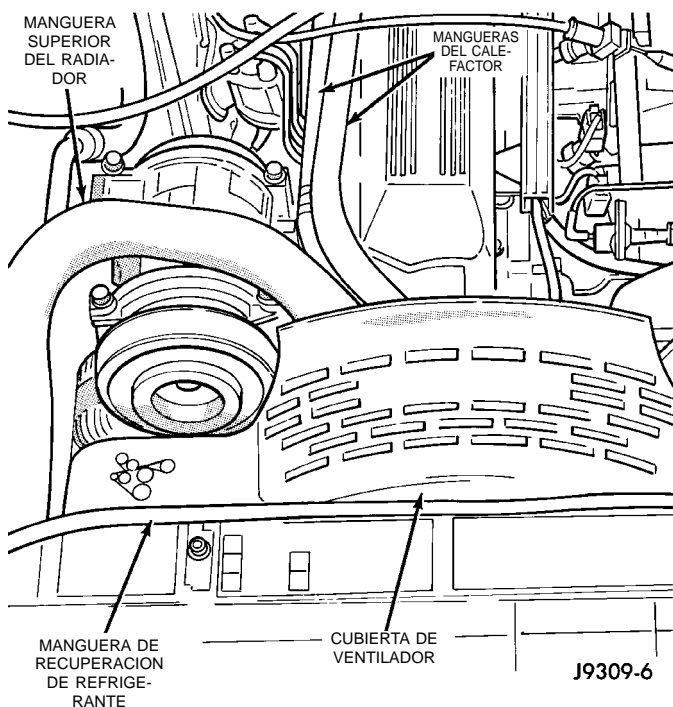

Fig. 28 Manguera superior del radiador, manguera de recuperación de refrigerante, y cubierta del ventilador y mangueras del calefactor
- (1) Desconecte los cables de la batería. Retire la batería.
- (2) Marque el lugar de las articulaciones en el panel del capó como referencia de alineación para la instalación. Retire la luz del compartimiento del motor. Retire el capó.
- (3) Retire el grifo de drenaje del radiador y el tapón del radiador para drenar el refrigerante. NO desaproveche el refrigerante reutilizable. Si la solución está limpia, drene el refrigerante dentro de un recipiente limpio para su reutilización.
- (4) Retire la manguera superior del radiador y la manguera de recuperación de refrigerante (Fig. 28).
- (5) Retire la manguera inferior del radiador.
- (8) Retire la cubierta del ventilador (Fig. 28).
(9) Desconecte la tubería del enfriador de líquido de la transmisión (transmisión automática).
(10) Vehículos equipados con aire acondicionado:
- (11) Retire el radiador o radiador y condensador (si el vehículo está equipado con A/A).
(12) Desconecte las mangueras del calefactor de la caja del termostato y la bomba de agua (Fig. 28).